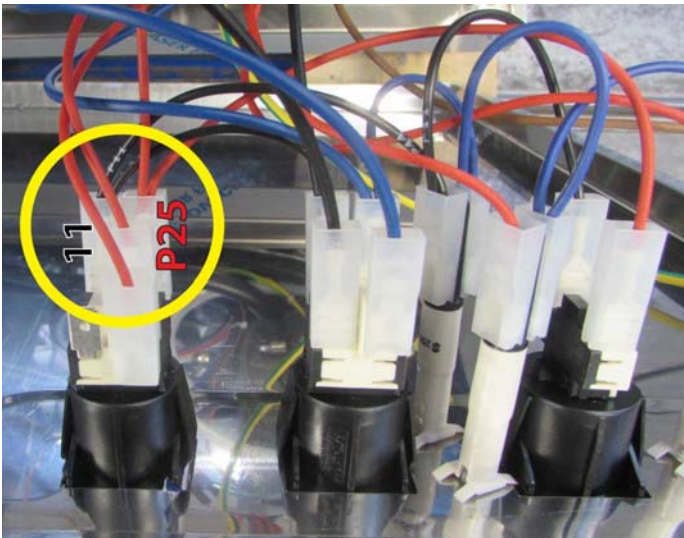

Fig. 10-1
- Pour le démarrage à capot inverser la connexion du **fil rouge P25** avec le **fil noir 11** sur le sélecteur des temps, comme indiqué en figure 10-1/10-2.